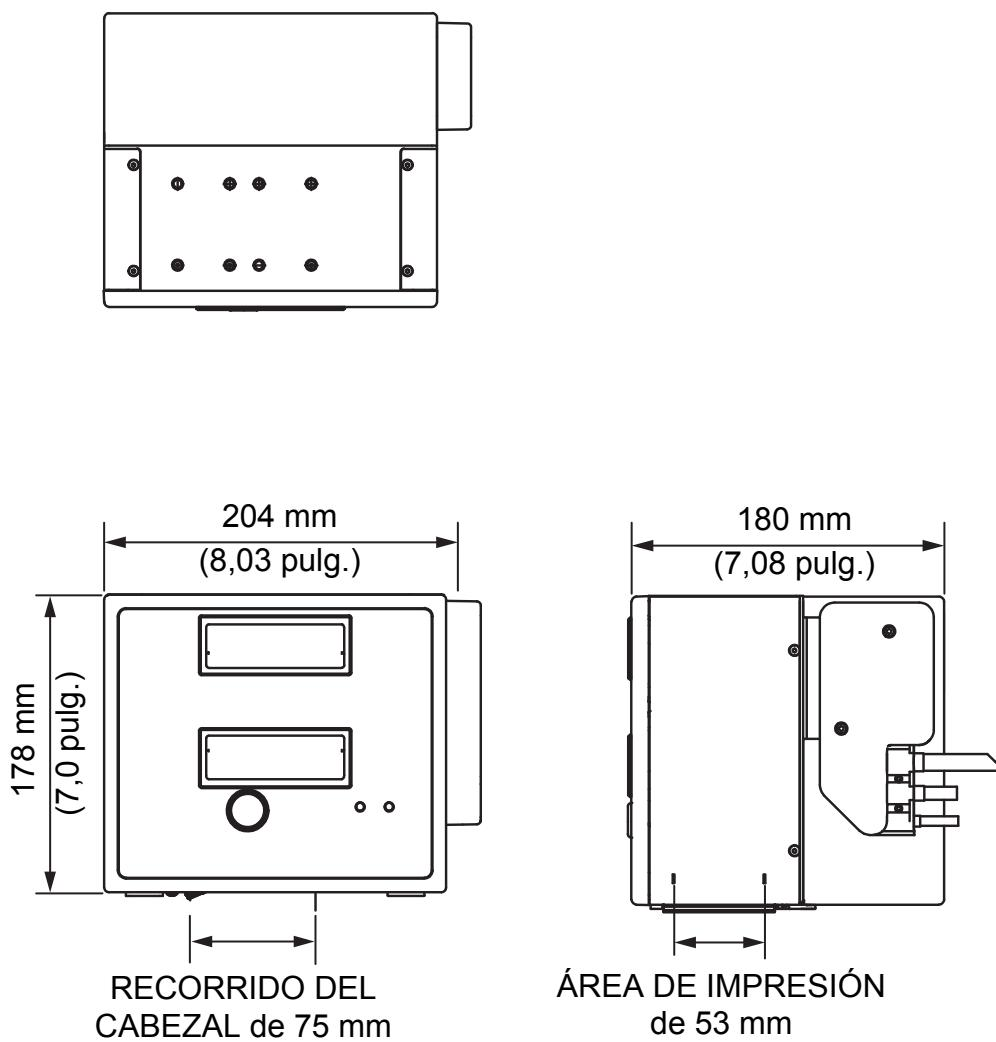

Figura A-1: Videojet DataFlex 6530 Dimensiones de la impresora de 53 mm RH
Figura A-1 muestra las dimensiones de la impresora de 53 mm (RH).